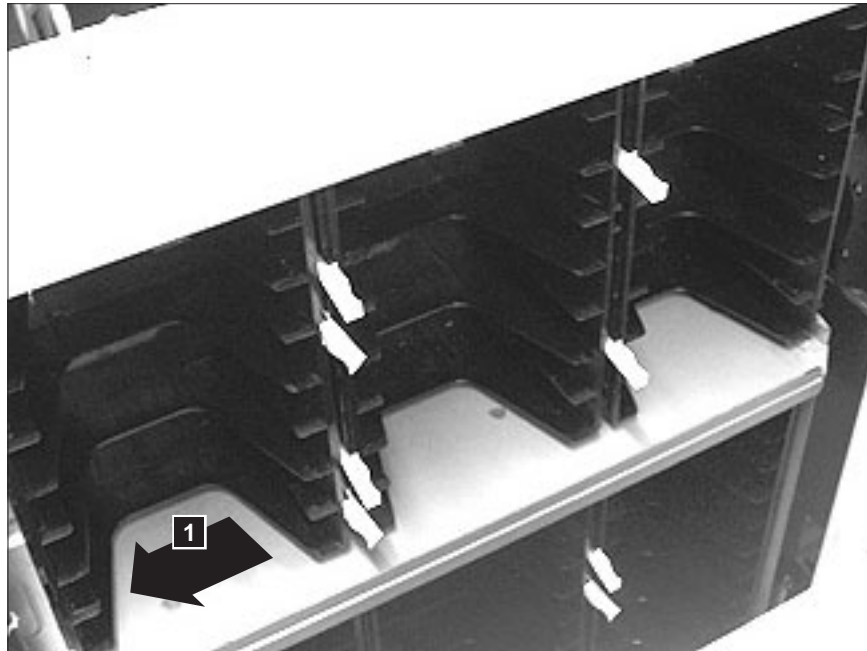

図 11-10. ストレージ列の取り外し
2. ストレージ列をライブラリー前面方向に引き (11-17 ページの図 11-10 の **1**)、列の背面にあるロックング・タブを外します。